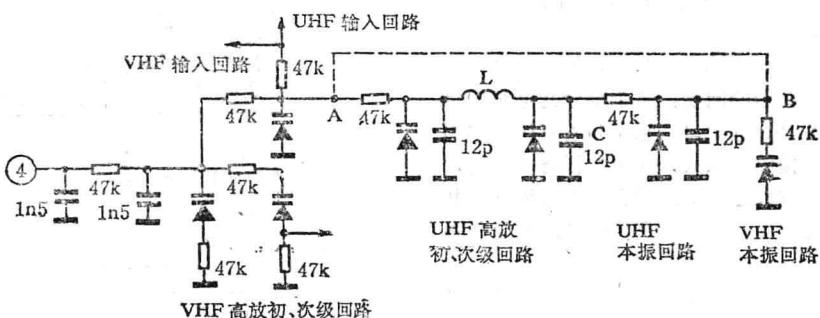

图 1-12
5. 打开高频头，草绘调谐电源供电电路如图 1-12（其他无关元件省略）。从草图 1-12 中可见，调谐电源经 VHF 高放回路——UHF 高放回路——UHF 本振回路——VHF 本振回路串联馈送。为快速确定故障部位，采用短路法，将草图中 A、B 两点用一根导线连接使调谐电源不向 UHF 电路馈电。开机后，VHF I、II 频段故障消失。可知漏电元件在 UHF 电路部位。
6. 电阻法测 UHF 回路变容二极管，正、反向阻值正常，重点检查三个与变容管并联的 12pF 电容，发现图 1-12 中标 C 的 12p 电容表面发黑，这个电容无引线，是焊在印刷板开槽中的平面电容，焊下后，去掉 A、B 点短路线，I、II、U 均恢复正常。图象清晰稳定，伴音良好。此故障是由该电容漏电，引起